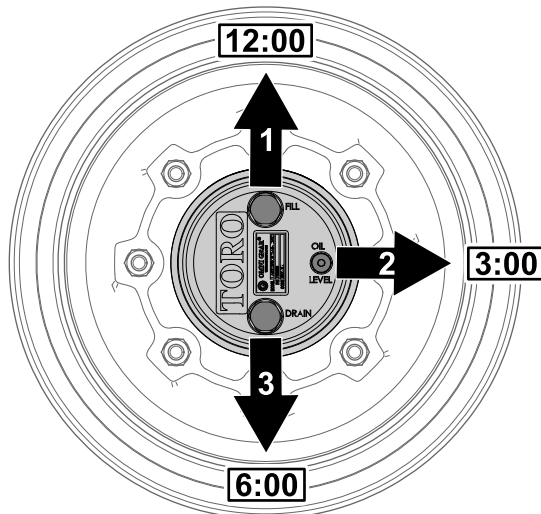

Figure 63
1. Garez la machine sur une surface plane et horizontale, tournez la roue de sorte que le bouchon de remplissage soit à la position 12 heures, le bouchon de contrôle soit à la position 3 heures et le bouchon de vidange soit à la position 6 heures (Figure 63).
2. Retirez le bouchon de contrôle à la position 3 heures (Figure 63).
1. Garez la machine sur une surface plane et horizontale, tournez la roue de sorte que le bouchon de remplissage soit à la position 12 heures, le bouchon de contrôle soit à la position 3 heures et le bouchon de vidange soit à la position 6 heures ; voir Figure 63 sous Contrôle du niveau de lubrifiant du train planétaire (page 53).